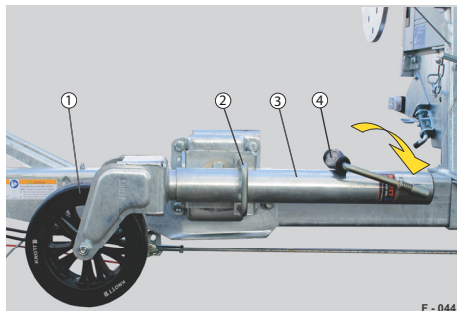

Abb. 18 Stützrad, Fahrstellung
- Stützrad (Abb. 18/1) hochkurbeln.
- Kurbel (Abb. 18/4) in die eingeklappte Stellung positionieren.
- Am Bügel (Abb. 18/2) ziehen und dabei das Stützrad in waagerechte Position schwenken.